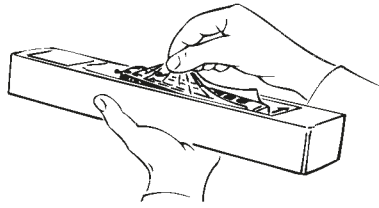

Fig. 2
**Betriebsbedingungen:** Es empfiehlt sich, das Modell 30 Minuten vorwärts und 30 Minuten rückwärts ohne Belastung **einlaufen zu lassen**, damit Ihr Modell einen **optimalen Rundlauf** und **beste Zugkraft** bekommt. Der kleinste befahrbare Radius für dieses Modell ist **R3** (419,6 mm) des ROCO-Gleissystems (Modell mit Kolbenschutzrohren). Radius **R2** (358 mm) ist nur bedingt und ohne Kolbenschutzrohre befahrbar (Fig. 2).
**Operating instructions:** Before use is advisable to let the loco go around about 30 minutes forwards an 30 minutes backwards without load, to obtain an optimal circuit and best tractive power. The smallest radius this model should run is **R3** (419,6 mm) or rather **R2** (358 mm) of the Roco track system (model without tubes protection pistons would run only if driven very carefully on **R2**) (fig. 2).
**Conditions de rodage:** Afin d'assurer les meilleures conditions de marche tranquille et de traction puissante à votre modèle nous vous conseillons un rodage du modèle de 30 minutes environ en marche avant et d'autres 30 minutes en marche arrière. Pendant cette période la marche doit se faire "haut le pied". Le rayon minimal admissible du modèle présent est fixé à 419,6 mm, soit le rayon **R3** des voies Roco. Le rayon **R2** (soit 358 mm) exige par contre la suppression uniquement des tiges de piston (fig. 2) mais néanmoins une marche lente, sinon il y a risque de déraillement.